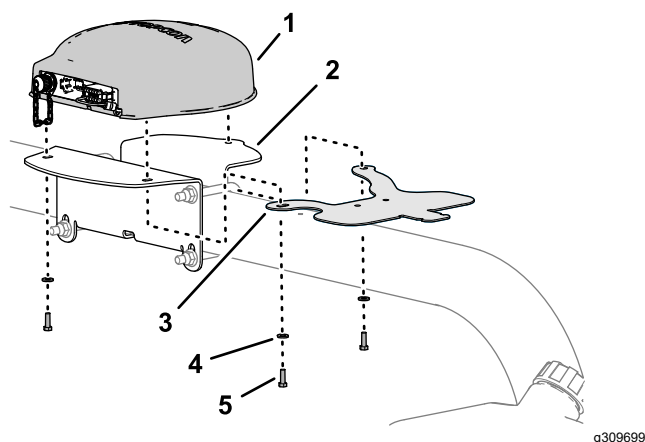

Рисунок 125
- Совместите три резьбовых отверстия в основании навигационного приемника с тремя отверстиями в креплении приемника (Рисунок 125).
- Совместите отверстие и паз в кронштейне антенны модема с отверстиями в креплении приемника (Рисунок 125).
- Установите навигационный приемник и кронштейн антенны на крепление (Рисунок 125) с помощью 3 болтов с шестигранными головками (5 x 16 мм) и 3 шайб (5 мм).